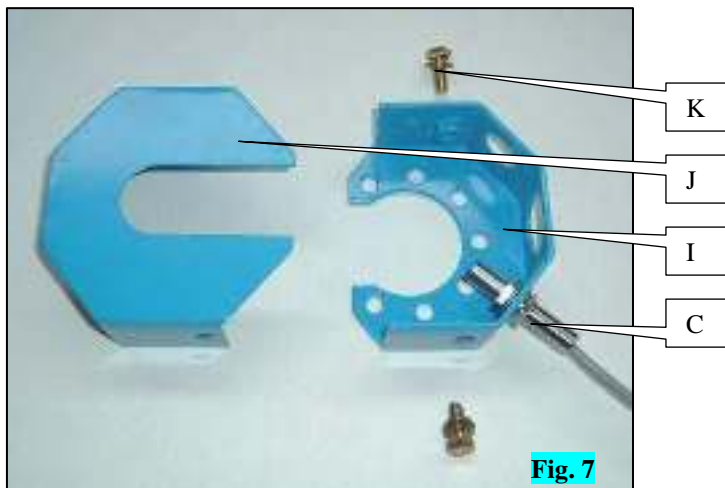

Fig. 7
Sur NX, positionner le capteur C sur son support I (fig. 7) et fixer le couvercle de boîte J à l'aide des 2 vis K.
- **On NX seeders**, position sensor C on its mounting I (fig. 7) and mount unit cover J using the 2 screws K.
- La **semănătoarele NX**, poziționați senzorul C în poziția de montare I (fig. 7) și montați capacul unității J folosind cele două șuruburi K.